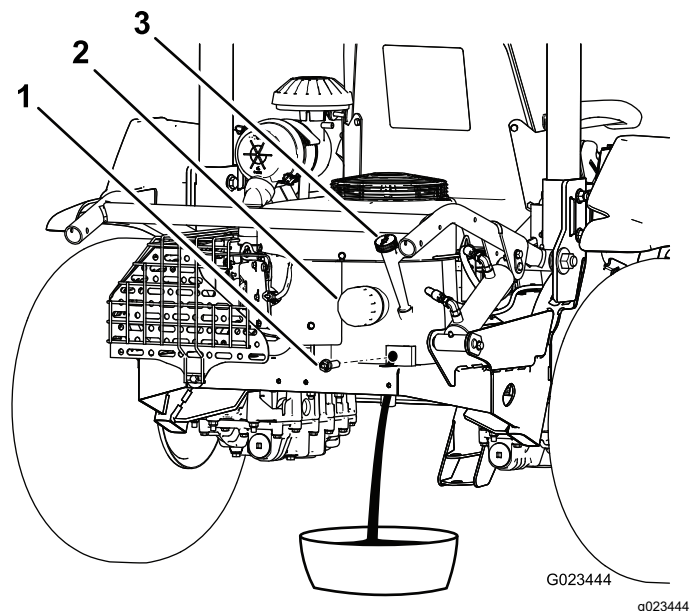

Рисунок 37
3. Удалите пробку сливного отверстия (Рисунок 37) и слейте масло в подходящую емкость. Когда масло перестанет течь, установите пробку сливного отверстия на место.